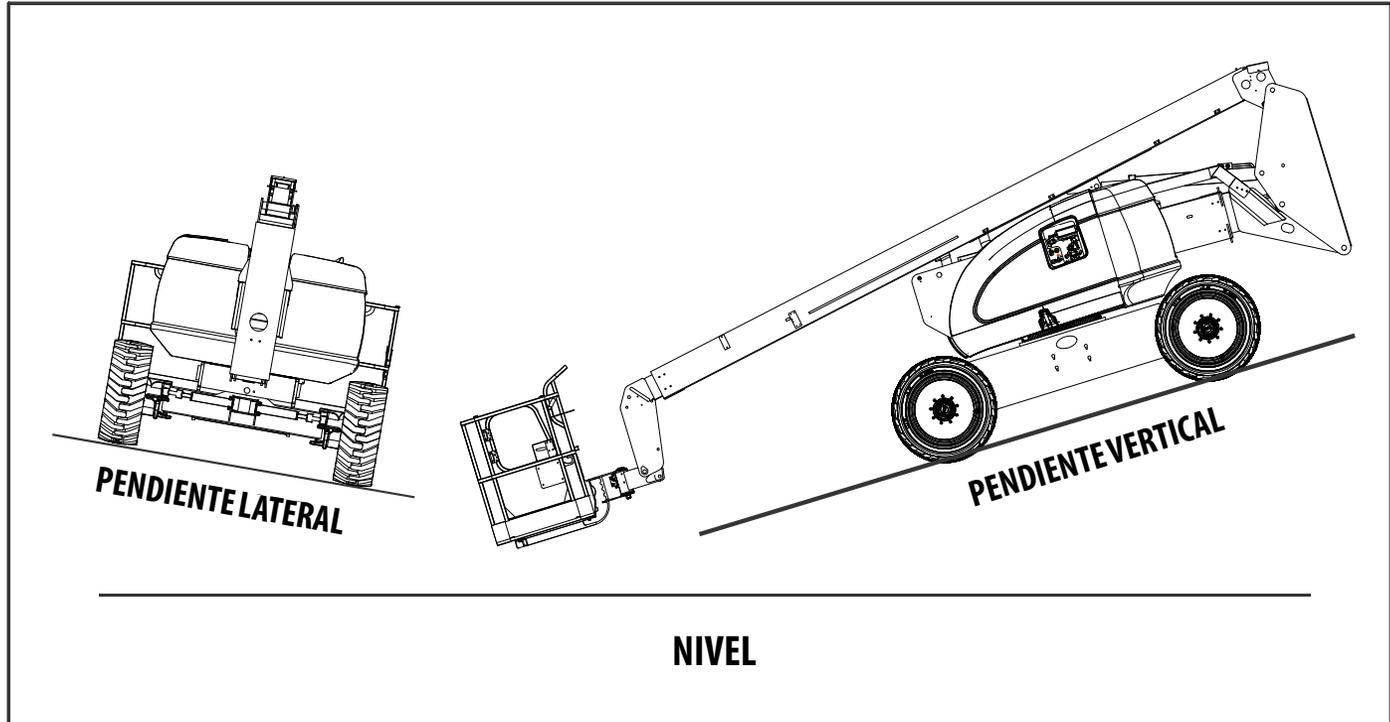

Figura 4-3. Pendientes verticales y laterales
*Ver la Figura 4-3., Pendientes verticales y laterales*